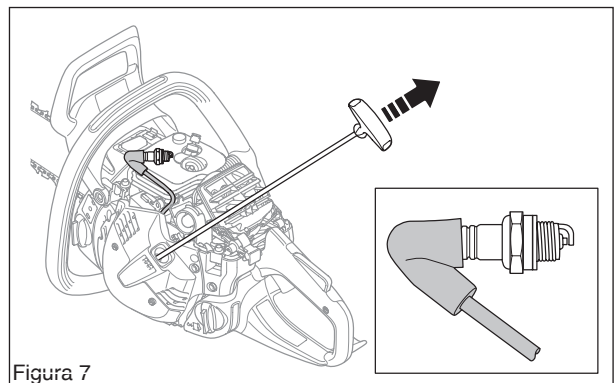

Figura 7
- Si hay chispa en la bujía de pruebas, el módulo de encendido está bien. (Ver la figura 7.)